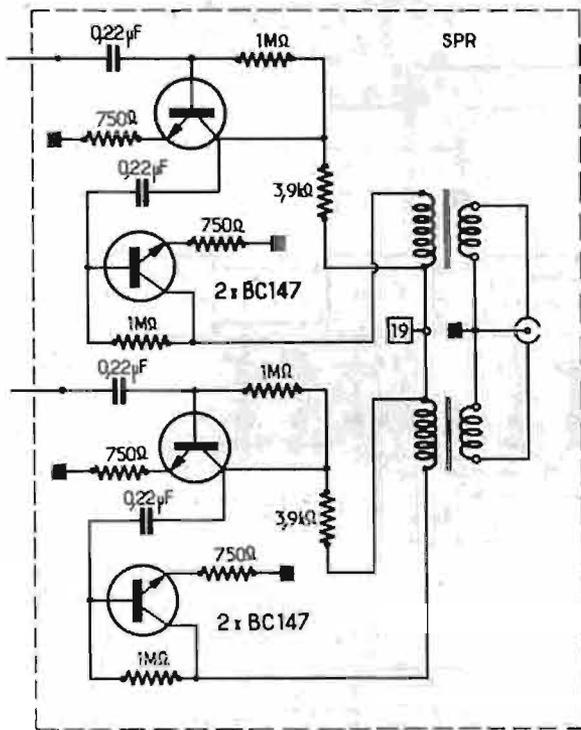
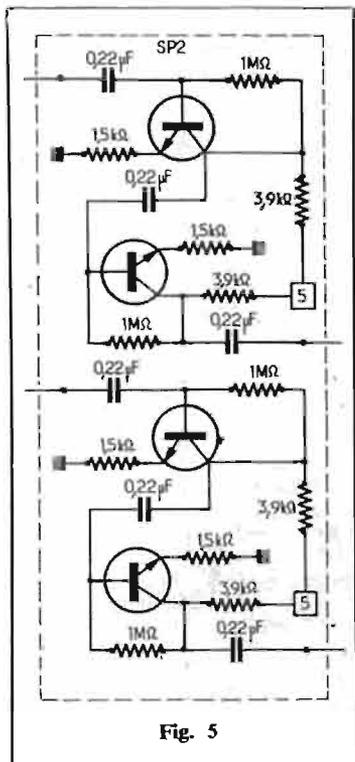

Fig. 4
Fig. 5
**Amplificateur de préécoute casque** (Fig. 4) : Deux transistors BC147 sont utilisés en cas-
**Mélangeur** (Fig. 5) : Le constructeur a utilisé un montage analogue à celui de la figure 4, utilisant également deux transistors BC147. La sortie s'effectue à travers le condensateur de 0,22 μF, chaque étage est contre-réactionné entre collecteur et base par une résistance de 1 MΩ.
**Amplificateur de sortie :** Le circuit comporte deux étages, il est identique au mélangeur de la figure 5. Le constructeur utilise également des transistors